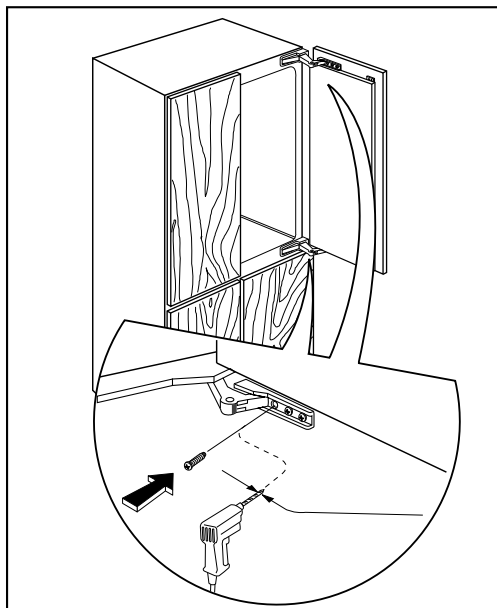

Fig. 14
- Une fois le réglage terminé, ouvrir les portes et percer les panneaux avec une foreuse de 2,5 mm, en face du trou de la charnière, puis serrer les vis (Fig. 14).